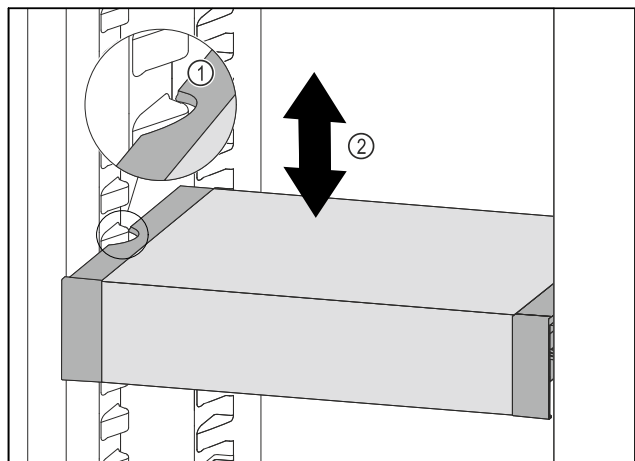

Fig. 133
- ▶ VarioSafe ťahajte dopredu, dokým sa bočné vybrania VarioSafe nebudú nachádzať vo výške rebra nádoby v chladničke. Fig. 133 (1)
- ▶ VarioSafe v chladničke presúvajte nahor alebo nadol, dokým sa dosiahne požadovaná výška. Fig. 133 (2)